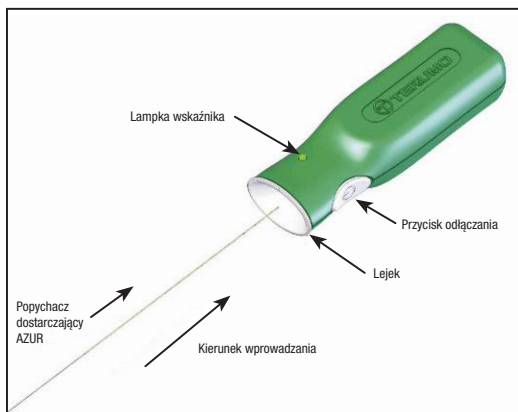

Rys. 1 – Schemat konfiguracji systemu AZUR
- **NIE** używać w połączeniu z wyrobami o częstotliwości radiowej (RF).
1. Schemat konfiguracji przedstawiono na rys. 1.